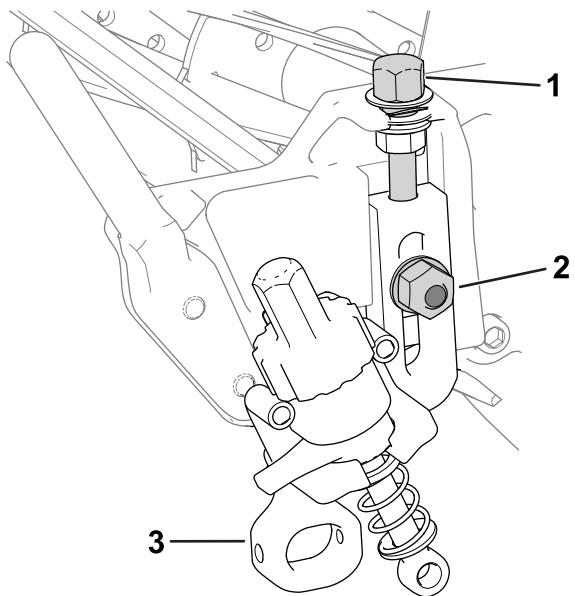

Figura 11
1. Avvitate le viti di regolazione dell'altezza di taglio rimosse in precedenza nella parte superiore dei gruppi dell'altezza di taglio (Figura 11).
bulloni per aratro, i dadi e le rondelle speciali precedentemente rimossi (Figura 11).